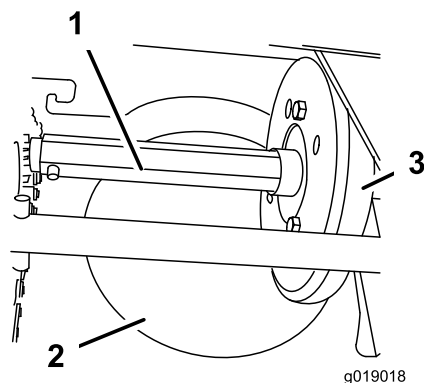

Figura 33
Lubrique ligeramente el eje hexagonal cada año con aceite de motor para automóviles (Figura 33).
**Importante:** No manche de aceite la rueda de goma o la polea de fricción de acero, porque la transmisión patinará (Figura 33).